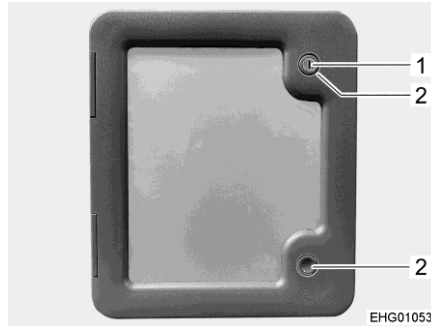

Bild 111 Klappe (Fäkalientank)
- Klappe für Fäkalientank außen am Fahrzeug öffnen. Dazu Schlüssel in den Schließzylinder (Bild 111,1) des Druckschlösses stecken und eine halbe Umdrehung entgegen dem Uhrzeigersinn drehen.
- Beide Druckschlösser (Bild 111,2) gleichzeitig drücken und Außenklappe öffnen.